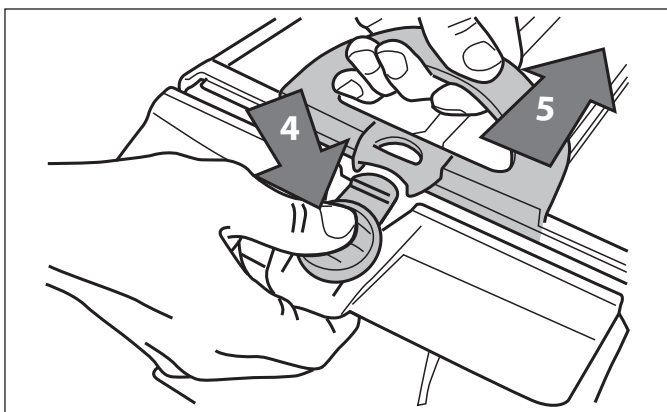

Figure 23. Ouvrir le sac filtrant
7. Appuyer sur le bouton de déverrouillage rapide de l'assemblage du sac métallique (4) et retirer l'ensemble filtre pour l'ouvrir (5). Se référer à la Figure 23.